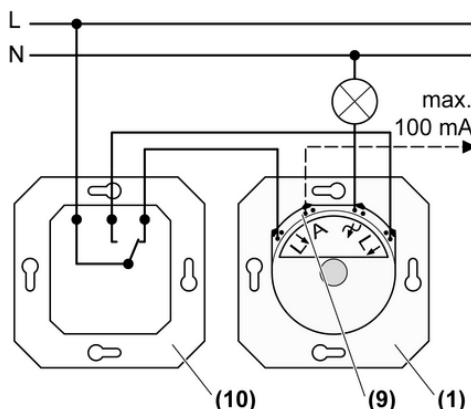

Рис. 3: Переключение на два направления
(2) Диммер
(9) Управляющий выход А
(10) Выключатель/переключатель
- Подключите диммер (1) и переключатель (10) в соответствии со схемой (Рис. 3).